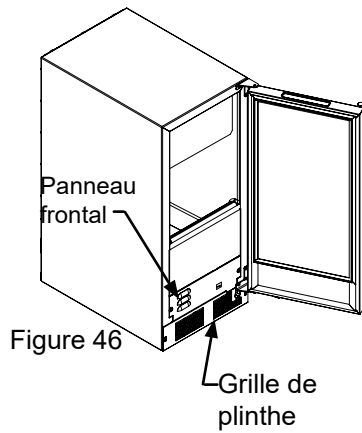

Figure 46
2. Ôtez le panneau frontal et la grille de plinthe de l'avant de la machine à glaçons (Voyez les Figures 46 et 46a).